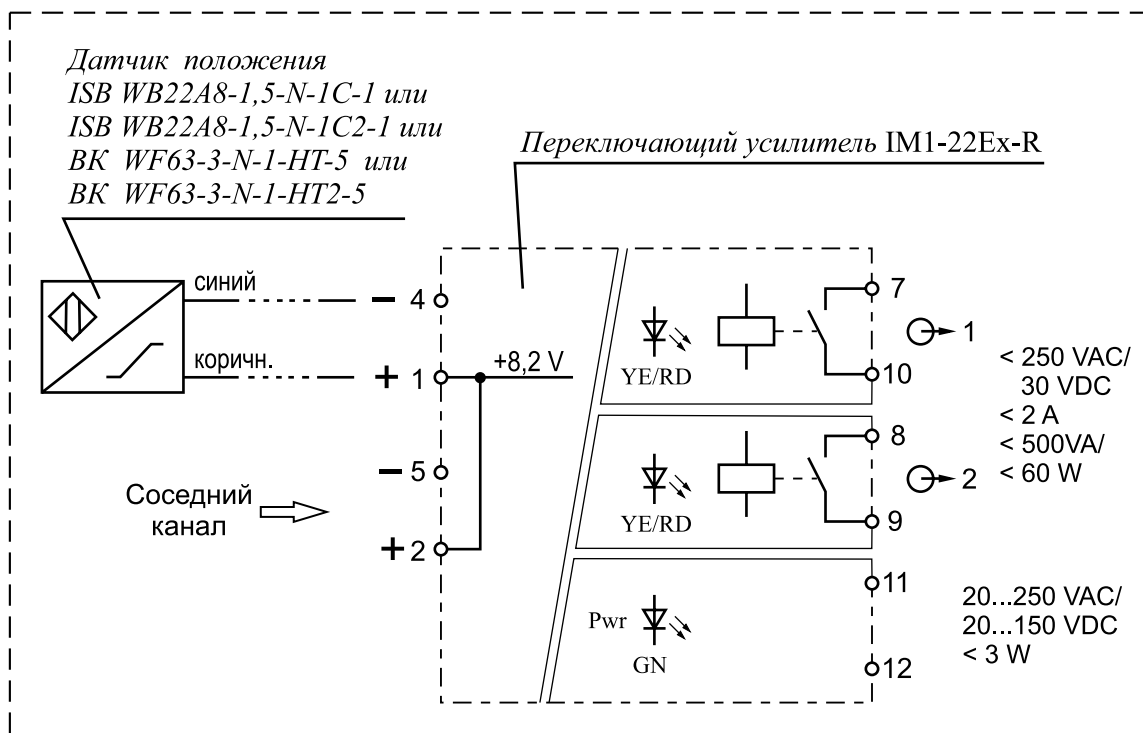

Рис. 14-4
18. Электрический монтаж датчика положения для клапанов во взрывозащищенном исполнении производится в соответствии со схемой рис. 14-4. Датчик положения имеет специальный уровень взрывозащиты (маркировка 1Exia ma IIC T4 Gb X). Длина кабеля, поставляемого с датчиком составляет 5 м.
В комплекте с клапаном во взрывозащищенном исполнении с датчиком положения поставляется переключающий усилитель IM1-22Ex-R производства фирмы "Turck" (Германия). Схема подключения переключающего усилителя к датчику положения во взрывозащищенном исполнении приведена на рис. 14-4.
Переключающий усилитель IM1-22Ex-R является двухканальным устройством. В случае выхода из строя одного из каналов переключающего усилителя произведите переподключение датчика положения на другой (соседний) канал. Съем сигнала с усилителя производится с выхода соседнего канала (см. рис. 14-4 и руководство по эксплуатации на переключающий усилитель).